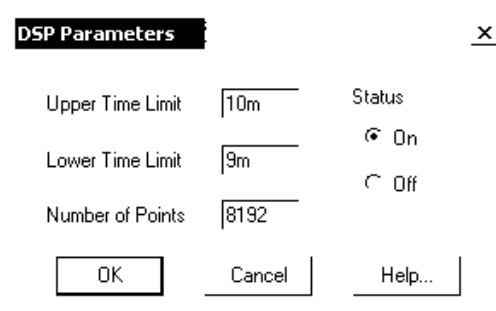

Рис. 4.14. Окно задания интервала времени для спектрального анализа
**DSP Parameters** — открытие диалогового окна DSP (Digital Signal Processing — цифровая обработка сигналов), в котором задаются границы интервала времени для расчета спектральных плотностей (Upper Time Limit, Lower Time Limit) и количество отсчетов Number of Points (должно быть в точности равно степени числа 2 в интервале от 64 до 8192). Заданные значения принимаются во внимание, если в графе Status нажать кнопку On (см. рис. 4.14). Эти данные необходимы для того, чтобы при расчете спектров периодических процессов выделить на участке установившегося режима интервал времени, равный целому числу периодов первой гармоники. См. примеры спектрального анализа в схемных файлах **US-BJT\_03\_STEND**, **FFT1**, **FFT3**, **FFT4**, **FFT5**, **FFT7** из каталога Analysis\Harmonic Analysis;